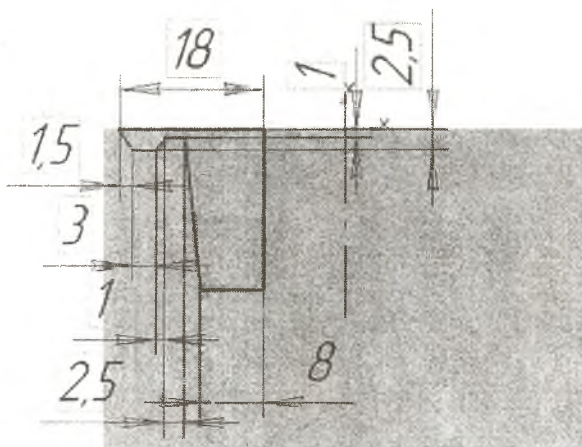

Рис. 19. Эскиз 4 с размерами
9) Перейдите на страничку **Размеры и технологические обозначения** и нажмите на кнопку *"Линейный размер"* на **Панели инструментов**. Задайте значение размеров так, как это показано на рис. 19. По окончании ввода размеров нажмите кнопку *"Стоп"* на **Панели инструментов**.
11) Нажмите на кнопку **"Ввод отрезка"** на **Панели инструментов**. После этого в **Строке параметров** нажмите на кнопку **"Стиль линии"** -  и смените стиль линии с "основной" на "осевую". Нажмите кнопку **"Выбрать"**. Постройте вертикальную осевую линию так, как это показано на рис. 19.
13) Выберите в **Панели расширенных команд**  операцию **"Вырезать вращением"** - . Для осуществления выбора необходимо, чтобы в **Дереве построений** был выделен эскиз с только что построенным сечением (рис.19).